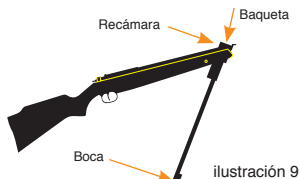

ilustración 9
2. Abra el cañón ligeramente (sin halar el cañón hasta el punto que se amartille) y mire la recámara para ver sí el rifle de aire comprimido está atascado (ver la **ilustración 9**) **NUNCA MIRE LA BOCA DEL CAÑÓN.**